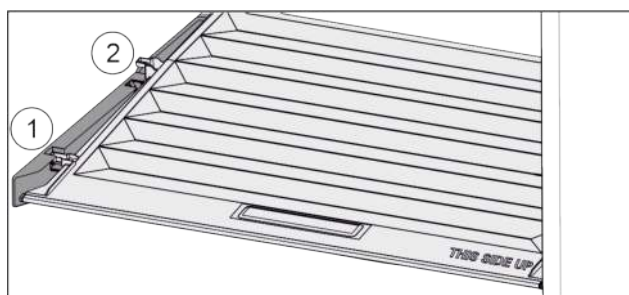

Fig. 63
- Deckel bis zur Öffnung in den Halteteilen nach vorne ziehen *Fig. 63 (1)*.
- Hinten von unten anheben und nach oben wegnehmen *Fig. 63 (2)*.